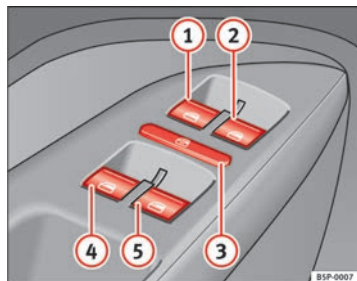

Abb. 69 Ausschnitt aus der Fahrertür: Bedienelemente für vordere und hintere Fenster
Die Tasten ⇒ Abb. 69 ① und ② haben zwei Stufen zum Öffnen und zwei zum Schließen des Fensters. Dadurch ist es einfacher, die Öffnungs- und Schließvorgänge zu kontrollieren.